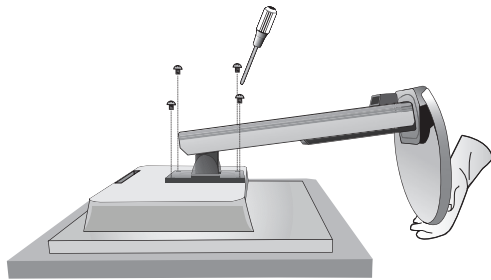

Figure S.1
3. Placez le moniteur face vers le bas sur une surface non abrasive (**Figure S.1**).
4. Retirez les quatre vis qui relient le moniteur au support (**Figure S.1**).